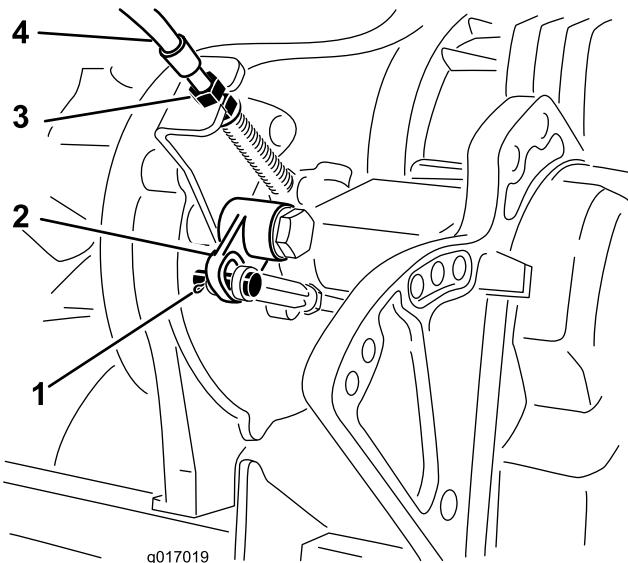

Figura 46
Nota: Si hay holgura, ajuste las contratuerzas en el soporte (Figura 46) hasta eliminar la holgura en el cable sin alargar el muelle.
4. Retire el pasador y la chaveta que sujetan la horquilla de la varilla a la palanca acodada (Figura 46).
5. Desconecte la horquilla de la palanca acodada (Figura 46)
8. En el soporte (Figura 46), ajuste las contratuerzas del cable para reducir la distancia a la palanca para compensar la modificación anterior.